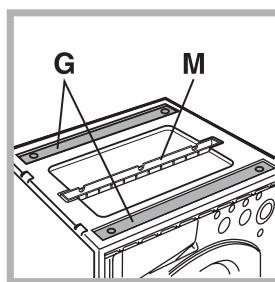

Fig. 10
Allloggiate nel coperchio di polistirolo (fig. 10) si trovano: 2 traverse (G); 1 listello (M)